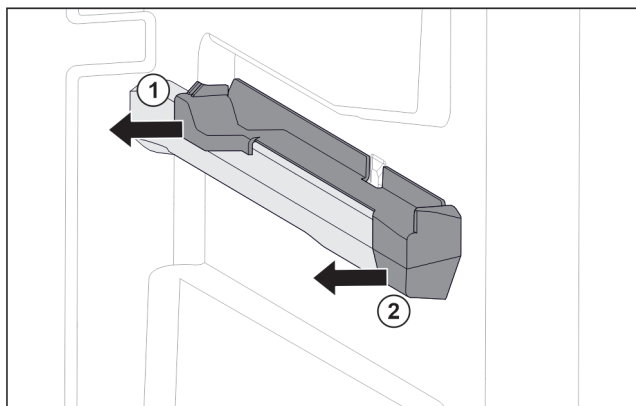

Fig. 35 Élément emboîtable sur la nervure de récipient droite
- Le retirer sur le côté par l'arrière. Fig. 35 (1)
- Le retirer sur le côté par l'avant. Fig. 35 (2)